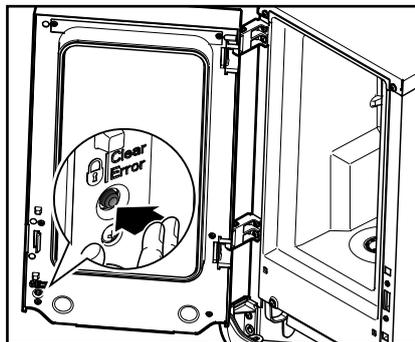

Fig. 22
2. Prima o interruptor CADEADO/ Clear Error para bloquear a tiragem de bebidas. (Fig. 22)
3. Para desbloquear a máquina, prima novamente o interruptor CADEADO/Clear Error para libertar novamente a tiragem de bebidas. (Fig. 22)